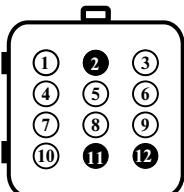

Рис. 6
Если в автомобиле установлен 12-контактный диагностический разъем, рис. 6, то **необходимо подключить провода согласно их цветам**, с помощью переходника с одиночными контактами.
**КОНТАКТ С ЧЕРНЫМ КЕМБРИКОМ -** подсоедините к корпусу, или к контакту "A" (ДК), рис. 6, или к контакту "4" (МК), рис. 5.
Автомобили ГАЗ могут комплектоваться различным типом диагностических колодок. Внешний вид колодки (ДК) приведен на рис. 6.
**КОНТАКТ С ЧЕРНЫМ КЕМБРИКОМ** - подсоедините к корпусу автомобиля, или контакту "12" диагностической колодки, рис. 6.
**КОНТАКТ С КРАСНЫМ КЕМБРИКОМ** - подключите к цепи "+12 В", защищенной предохранителем, или контакту "2" диагностической колодки, рис. 6.
**КОНТАКТ С БЕЛЫМ КЕМБРИКОМ** - подключите к цепи **К-линии** диагностики: к контакту "11" диагностической колодки (К-линия), рис. 6.